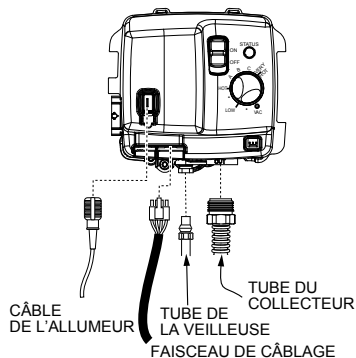

FIGURE 23.
2. Déplacer l'interrupteur MARCHE/ARRÊT du module de commande de gaz/thermostat à la position « ARRÊT » pour éteindre le chauffe-eau. (Figure 23).
4. Déconnecter le faisceau de conducteurs, le câble du détecteur de vapeurs inflammables, et le câble de l'allumeur du module de commande de gaz/thermostat. Déconnecter le tube de la veilleuse (clé 7/16 po) et le tube du collecteur (clé 3/4 po) du module de commande de gaz/thermostat (Figure 23). **REMARQUE :** Le tube du collecteur comprend un filetage à pas à gauche pour les systèmes de propane.